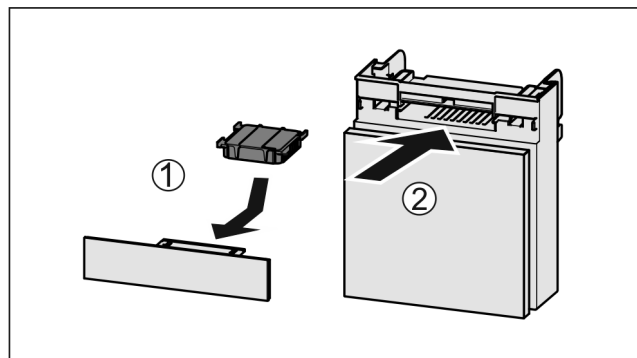

Fig. 221
- Umetnite filtarski s aktivnim ugljenom kao što je prikazano na slici Fig. 221 (1).
- Umetnite pretinac Fig. 221 (2).